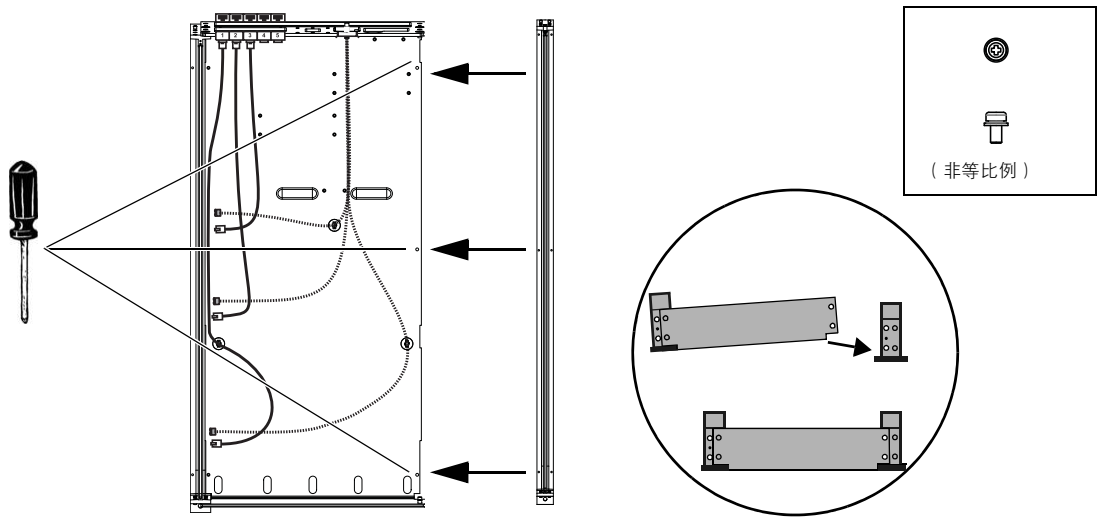

图 14 将端部侧壁固定到盒架底板上：俯视图（左）和正视图（右下）
- 2 使用 1 号十字螺钉将侧壁装配到最右侧盒架的底板上。盒架底板的右端应靠在侧壁左端的顶部（见图 14）。